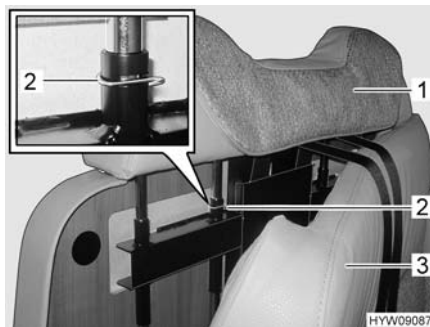

Fig. 69 Rimozione poggiatesta
- Ribaltare in avanti il cuscino (Fig. 69,3).
- Rimuovere il fermaglio di sicurezza (Fig. 69,2).
- Tirare i poggiatesta (Fig. 69,1) verso l'alto.